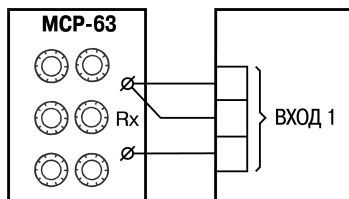

Рисунок 8.1 – Схема подключения магазина сопротивлений при юстировке
1. Подключить к Входу 1 прибора вместо датчика магазин сопротивления типа МСП-63 (или подобный ему с классом точности не ниже 0,05), установив на нем значение 50,000 Ом. Соединить магазин с прибором по трехпроводной схеме (см. рисунок 8.1). Сопротивления проводов линии должны быть одинаковы и не должны превышать 15,0 Ом.